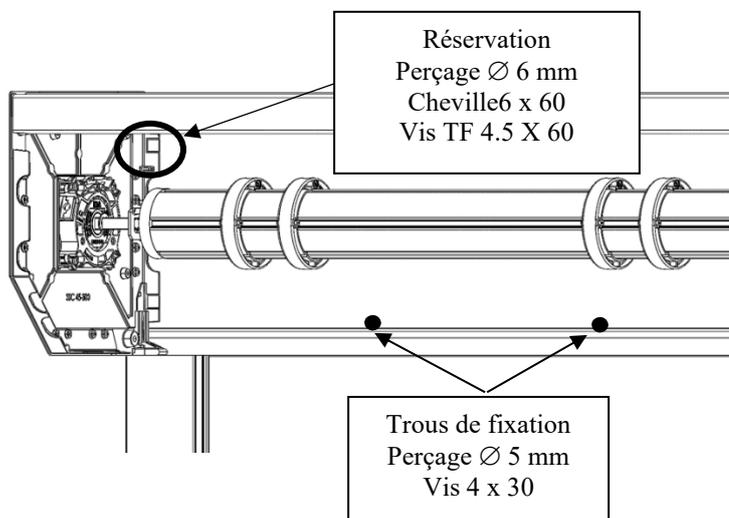

Figure 3
- Percer le mur (foret Ø 6mm) dans la réservation prévue dans le caisson à gauche et à droite (*Figure 3*)
- Fixer le caisson au mur à l'aide de 2 vis TF 4.5 x 60 (*Figure 3*)
- ⚠ - Percer (foret Ø 5 mm) le mur et la tôle tous les 50 cm, **dans la gorge au-dessus du pli de renfort** en partie basse (*Figure 3*)
- Insérer les chevilles dans les trous de fixation (chevilles non fournies) (*Figure 3*)
- Fixer la tôle à l'aide des vis 4 x 30 (*Figure 3*)